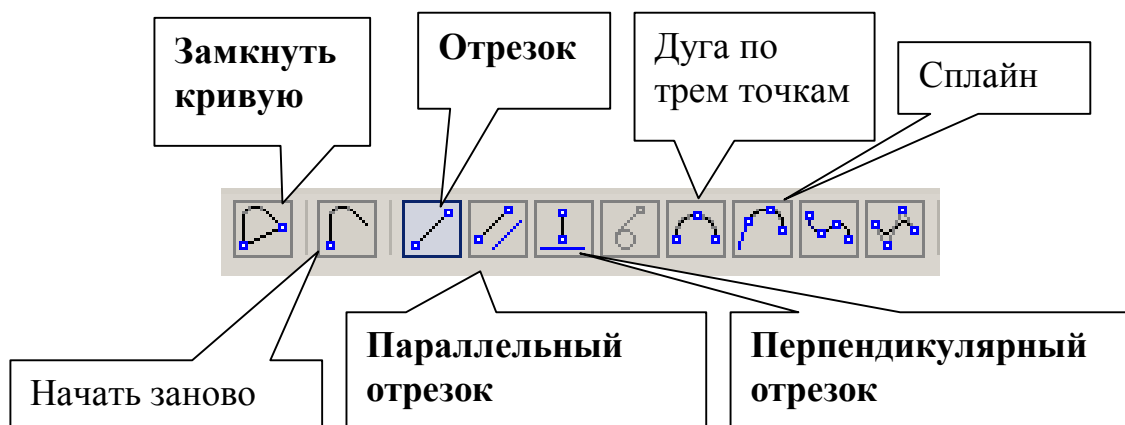

Рис. 20
- Для построения отрезка 8-9, заданного длиной «15» и расположенного параллельно отрезку 4-5, не прерывая команды *Непрерывный ввод объекта*, нажмите кнопку *Параллельный отрезок*, рис. 20.
- Постройте отрезок 10-11, активизировав команду **Отрезок**, рис. 20.